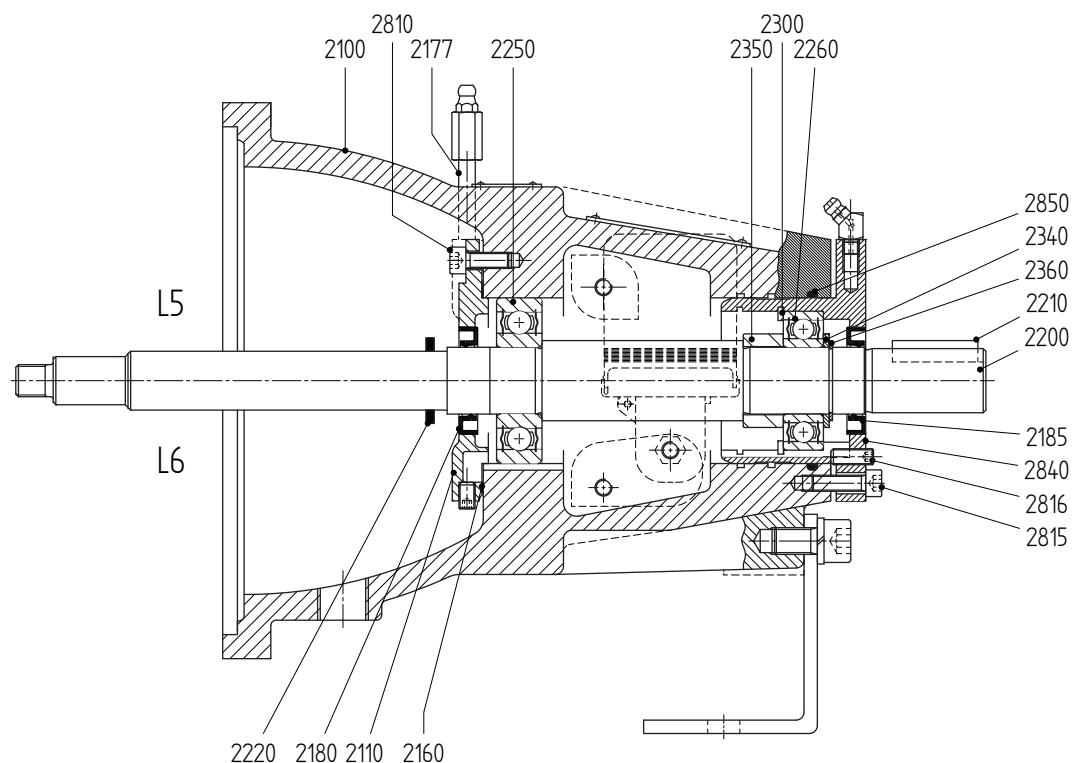

图 33: 25-125 和 25-160 的轴承 L5-L6。
7.10.9 拆卸轴承 L5（加强型，润滑脂润滑，可调节） 使用的编号指 图 33。
使用的编号指 图 33。